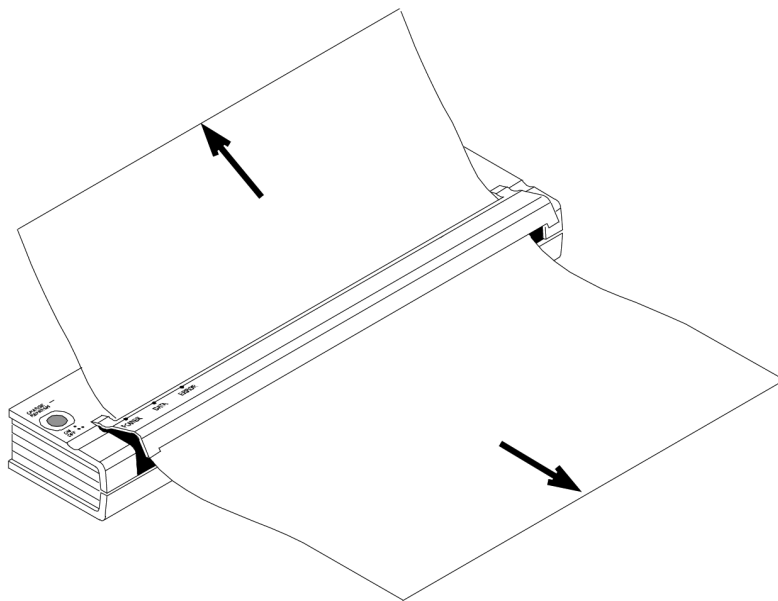

Figura 16. Estrazione della carta inceppata dalla stampante
2. Estrarre delicatamente la carta dalla stampante. Tirare nella direzione pertinente. Vedere Figura 16.